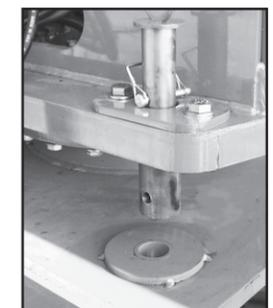

Abbildung 1: Sicherungsbolzen
3. Sicherungsbolzen zurückziehen. Siehe Abbildung 1.